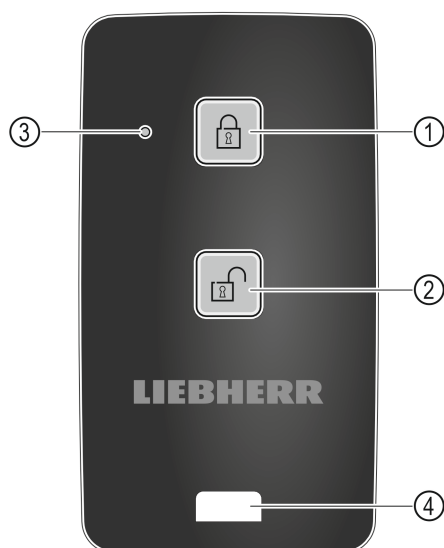

Fig. 165
- ▶ Toets Fig. 165 (1) op de afstandsbediening indrukken.
- ▶ Toets Fig. 165 (2) op de afstandsbediening indrukken.
- ▶ Statusled Fig. 165 (3) geeft bij indrukken van een toets een optische terugmelding.
- ▶ Oog Fig. 165 (4) voor de bevestiging van de afstandsbediening, bijvoorbeeld aan een sleutelbos.